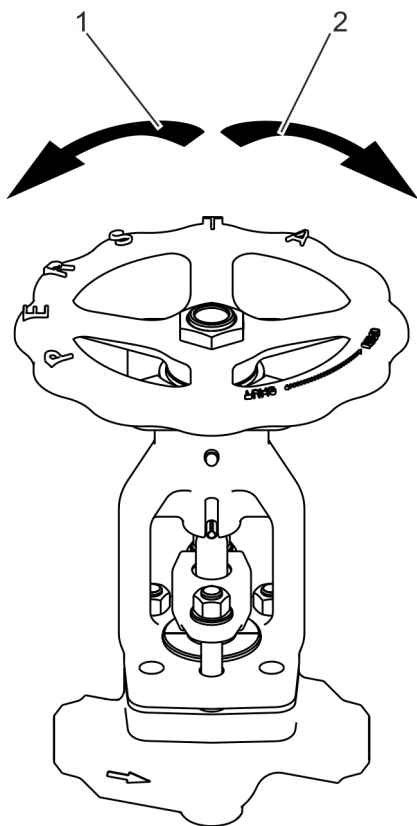

Fig. 17: Válvula: vista desde arriba
2. ➤ Abra totalmente la válvula girando el volante en sentido anti-horario (Fig. 17/1).
3. ➤ Cierre totalmente la válvula girando el volante en sentido horario (Fig. 17/2).